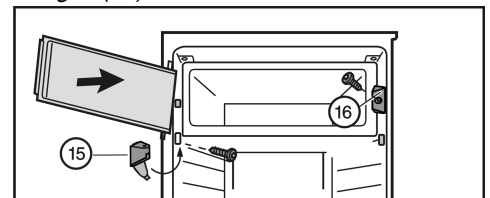

Fig. 7
- Установите запирающий элемент Fig. 7 (16).
- Установите опорный кронштейн Fig. 7 (15) и закройте крышку.